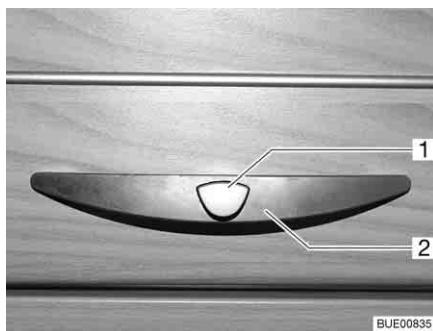
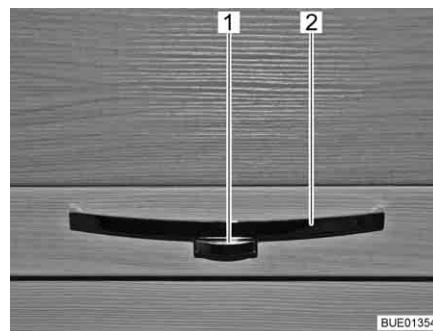

Fig. 58 Alçapão de móvel com manípulo (exemplo)
Fig. 59 Alçapão de móvel com manípulo (exemplo)
- Empurre para dentro o botão de destrancar (Fig. 58,1 ou Fig. 59,1) no manípulo (Fig. 58,2 ou Fig. 59,2) e mantenha-o premido.